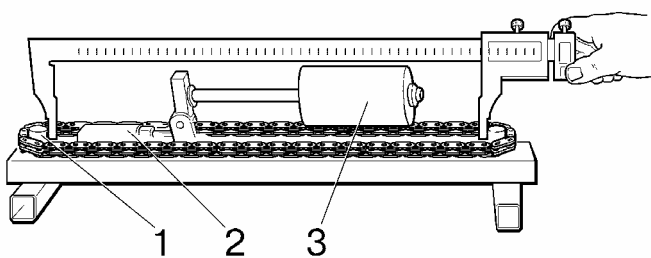

Рис. 2-58. Приспособление 67.7824.9521 для проверки износа (вытяжки) цепи:
Длину цепи определите с помощью приспособления 67.7824.9521 (рис. 2-58), внешний вид которого показан на рисунке 2-58.
Приспособление 67.7824.9521 имеет два ступенчатых измерительных ролика 1, на которые устанавливают цепь при измерении ее длины. Один из роликов закреплен в корпусе приспособления неподвижно, а второй может перемещаться под действием измерительного усилия Р. С помощью противовеса 3 (см. рис. 2-58) цепь растягивается усилием 294 Н (30 кгс) или 147 Н (15 кгс). Регулировочной гайкой 2 обеспечивается параллельность оси противовеса относительно основания приспособления.
- растяните цепь усилием 294 Н (30 кгс), поставив противовес 3 (см. рис. 2-58) в крайнее правое положение, затем уменьшите усилие до 147 Н (15 кгс), сдвинув противовес в крайнее левое положение;